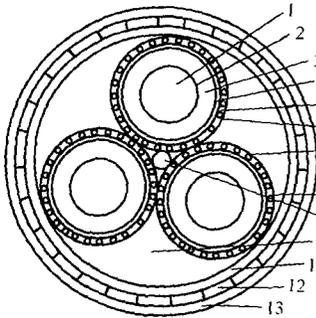

图 E-34
**Lb4E1023** 如图 E-34, 标出交联聚乙烯电缆断面结构各部分名称。